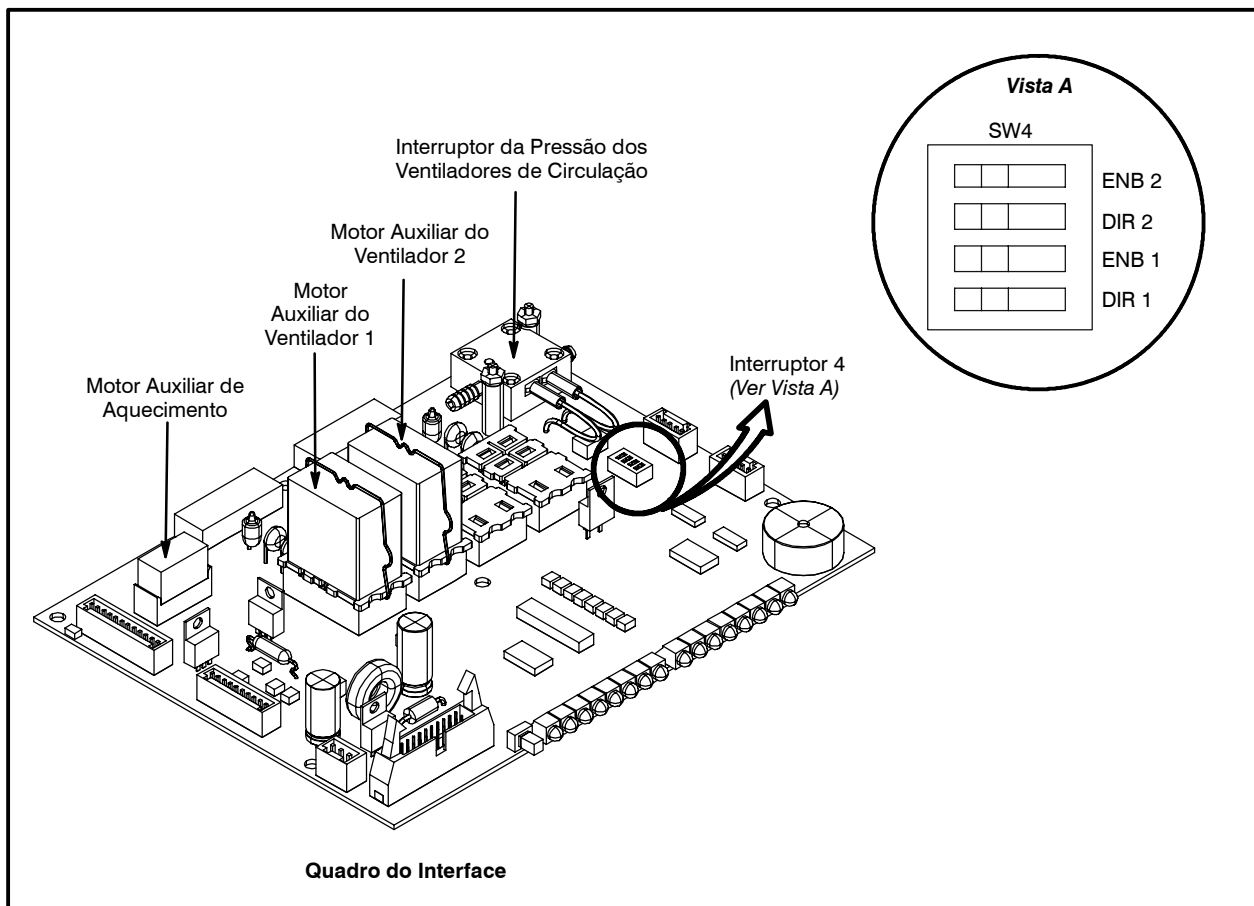

Figura 6
2. Rode o interruptor DIR1 para SW4 (interruptor 4) no quadro do interface. Ver a Figura 6.